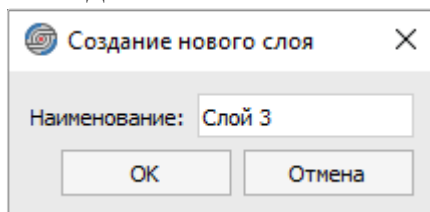

Рисунок 226. Окно «Создание нового слоя»
- 1) Открыть диалоговое окно «Создание нового слоя» (см. рисунок 226) одним из следующих способов: